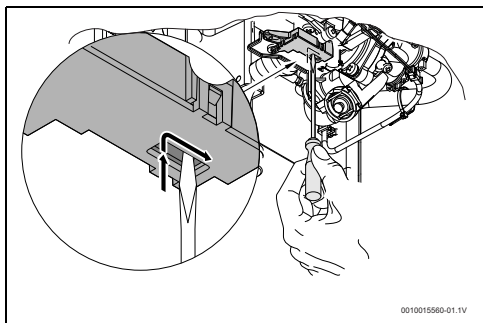

Fig. 30 Rearme do micro-interruptor
- ▶ Posicionar o micro-interruptor conforme Fig 30.